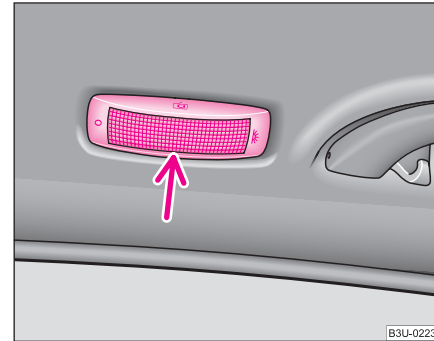

Fig. 204 Lampa interioară spate, fără senzori pentru supravegherea interioară
- Introduceți o șurubelniță mică în fanta de lângă capacul lămpii ⇒ fig. 204 și mișcați capacul cu atenție.